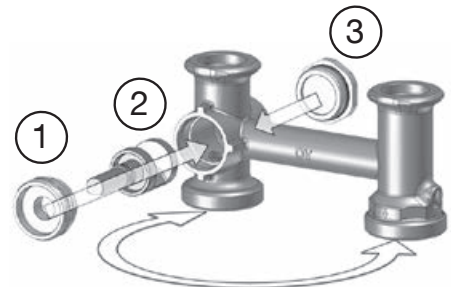

Abb. 21
3. Muffe (1), Mischerküken (2) und Messingstopfen (3) gemäß Abbildung 21 in Armaturgehäuse einsetzen.